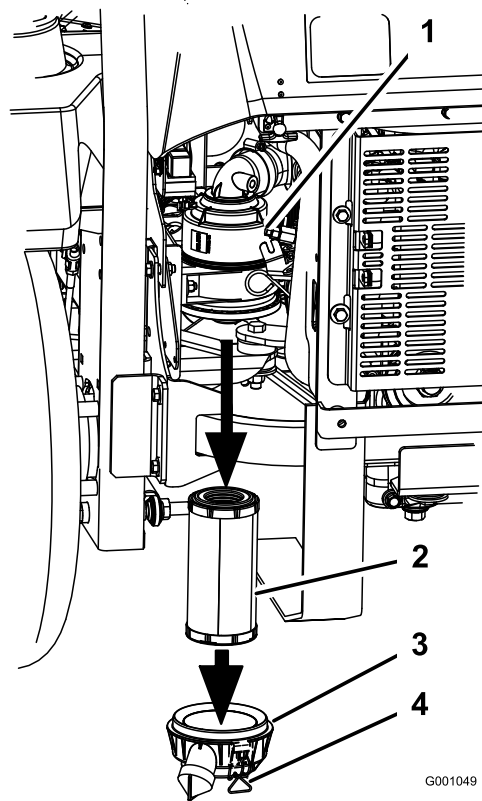

Figura 31
3. Abra los cierres del limpiador de aire y tire de la tapa del limpiador de aire para separarla de la carcasa del limpiador de aire (Figura 31).
5. Extraiga con cuidado el filtro del cuerpo del limpiador de aire (Figura 31). Evite golpear el filtro contra el lado de la carcasa.